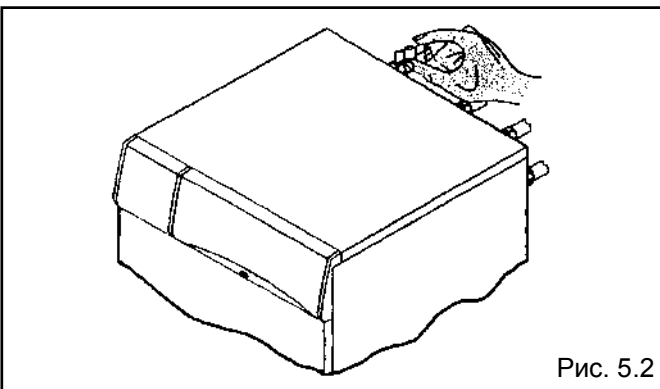

Рис. 5.2
- закрыть запорные краны гидравлической системы (рис. 5.2).